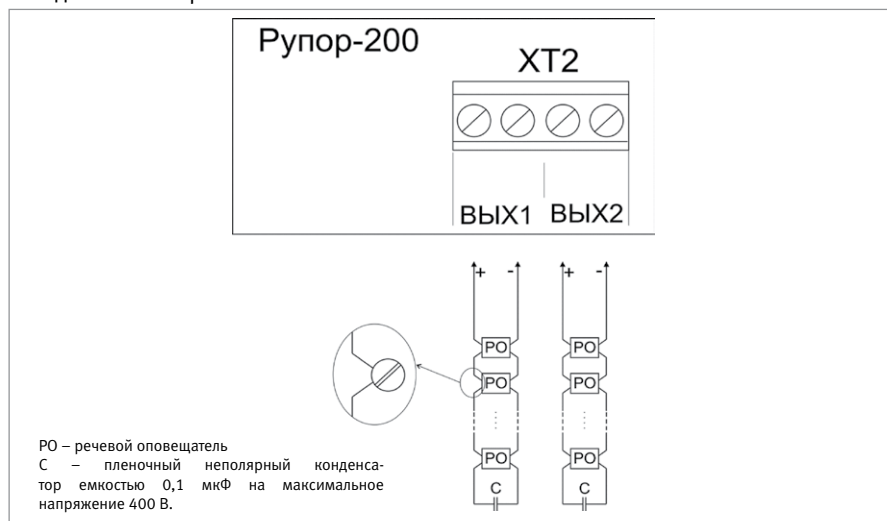

Рисунок 8. Подключение громкоговорителей к линиям оповещения
1. Типовая схема подключения речевых оповещателей (РО) приведена на рис.8. К каждой линии подключения «Вых1», «Вых2» можно подсоединить несколько РО, соединенных параллельно.
2. При параллельном подключении нескольких РО каждый следующий РО в линии подсоединяйте к клеммам предыдущего таким образом, чтобы провода соединялись только через клемму РО (рис. 8), но не между собой! (При отключении РО цепь должна разрываться).